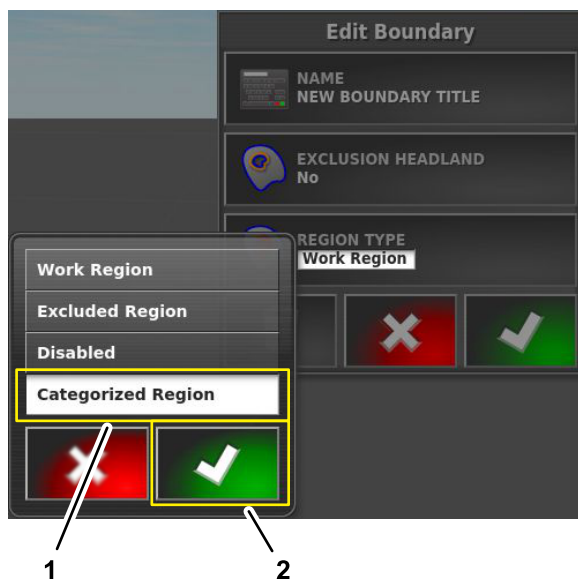

Figura 64
2. Nella finestra di dialogo Tipo di regione, premete l'icona REGIONE CATEGORIZZATA, quindi premete l'icona Conferma (Figura 64).